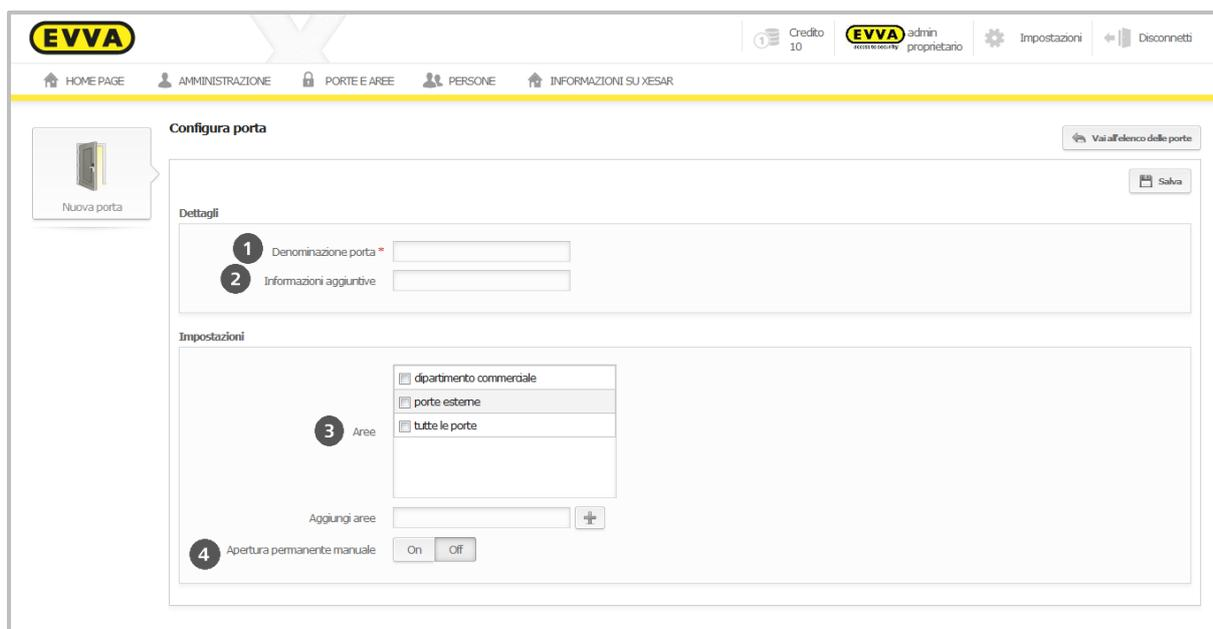

Figura 74: Configura porta
Nella configurazione della porta è importante indicare una **Denominazione porta** ❶ univoca (campo obbligatorio) in modo da poter assegnare in sicurezza le porte nel software a quelle dell'edificio, come, ad esempio, Ingresso principale. Per facilitare questa operazione è disponibile il campo **Informazioni aggiuntive** ❷ (campo opzionale) in cui è possibile indicare informazioni aggiuntive sulla porta, come, ad esempio, Numero di stanza (Figura 74: Configura porta).
Nell'area **Zone** ⑤ selezionare le zone a cui deve appartenere la porta. Da qui è inoltre possibile creare ulteriori zone (Figura 74: Configura porta).